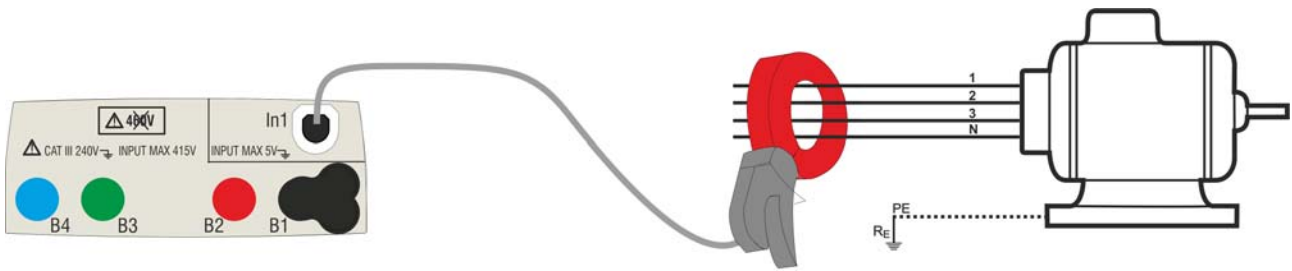

Fig. 24 : Mesure indirecte du courant de fuite en installations triphasées
4. Pour des mesures indirectes du courant de fuite, connecter la pince externe comme d'après la Fig. 24. Pour des mesures directes du courant de fuite, connecter la pince comme d'après la Fig. 25 et débrancher toute connexion de terre additionnelle pouvant influencer les résultats de l'essai.